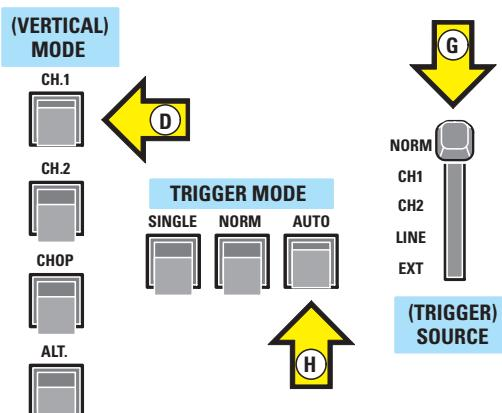

Figure 3 : Pressez en Vertical Mode le poussoir CH1, en Trigger Mode le poussoir AUTO et mettez le levier du Trigger Source sur Normal (flèche G).
- D = pousoir VERTICAL MODE (voir figure 3) pour sélectionner l'entrée CH1 ou CH2
- G = levier du TRIGGER SOURCE (voir figure 3) à placer sur Normal
- H = pousoirs du TRIGGER MODE. Presser le pousoir Auto comme le montre la figure 3.
- puisque on utilise normalement pour ces mesures l'entrée CH1, pressez dans le Vertical Mode le poussoir indiqué par la flèche jaune D (voir figure 3),
- placer le sélecteur du Trigger Source sur Norm (Normal), comme l'indique la flèche jaune G visible figure 3,
- presser le poussoir Auto du sélecteur Trigger Mode (voir flèche jaune H figure 3), sur certains oscilloscopes il s'agit d'un sélecteur rotatif ou à levier,